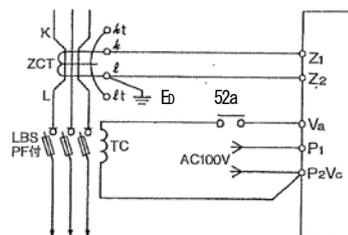

図4 HGF—MV10 (電圧引外し) 外部接続図
- ・継電器のZ2側を接地してください。(図4参照)
- ・ZCTに高圧ケーブルを貫通させる場合、ケーブルシールドの接地方法は、一般的には1点接地で行ってください(①、③)。ケーブルこう長が長い等でZCTを挟んでシールドの両端を行う場合は、一方の接地線はZCTをくぐらせて、接地点は電源側または負荷側のどちらか一方になるよう接地ください(②、④)。なお、ケーブルシールドの接地を②のように電源側で行った場合ケーブルシールド部における地絡事故は保護検出範囲外となりますので、電源側にG付きPASが流設されていない場合は、引込み用ケーブルシールドの接地はZCTの負荷側で行って下さい。